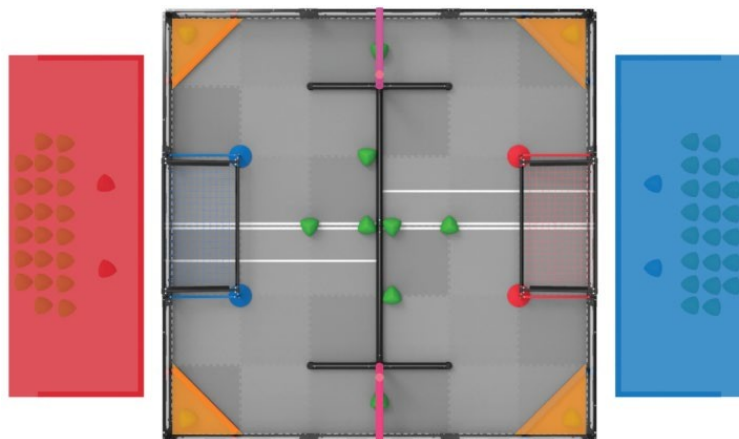

图 19 赛队站位区
**站位区**——在比赛中，供参赛队员站立的指定区域。如图 19 所示。